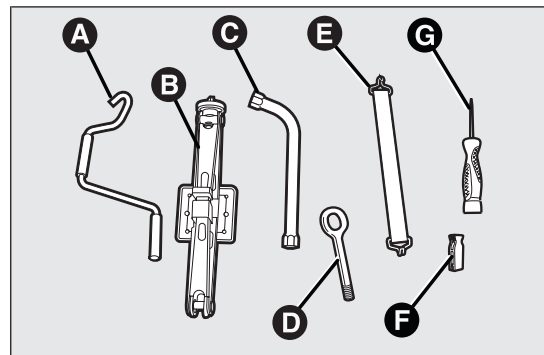
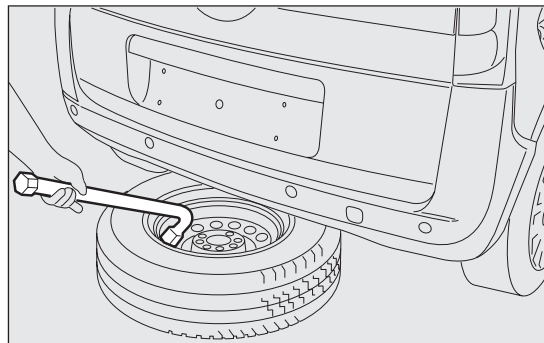

fig. 125
fig. 127
- dentro de la bolsa se encuentran las siguientes herramientas fig. 125:
- retirar la llave C fig. 125 y, interviniendo desde el interior del compartimento de carga, desenroscar el tornillo de bloqueo del soporte de la rueda de repuesto A fig. 126 para permitir que esta última descienda. Para reducir el esfuerzo introducir el destornillador G fig. 125 en el alojamiento ubicado en el interior de la llave C;
- utilizar la llave C fig. 125 para sacar la rueda del vehículo fig. 127;
- aflojar una vuelta los tornillos de fijación de la rueda que se debe sustituir utilizando la llave C fig. 125;